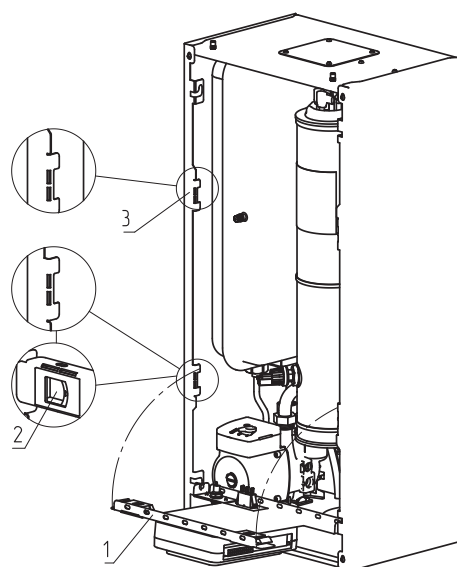

Рис.9 Откидывание кронштейна
- откинуть кронштейн для крепления пульта управления (**Рис.9, поз.1**);
- отжать замки-защелки (**Рис.9, поз.2**) с двух сторон;
- имеется возможность сменить положение кронштейна, достав его из пазов и закрепив в соответствующие пазы выше (**Рис.9, поз.3**).